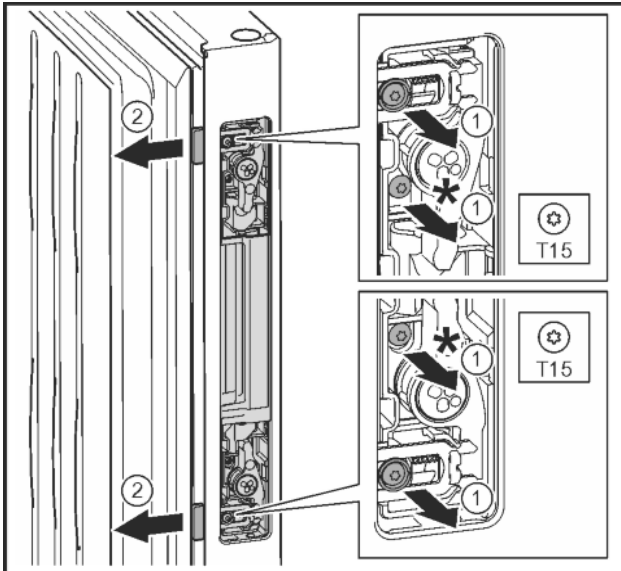

Fig. 19
- ▶ Schrauben samt grauem Kunststoffmantel mit Schraubendreher T15 herausdrehen Fig. 19 (1)
- ▶ Türöffnungsschieber kraftvoll herausziehen. Fig. 19 (2)